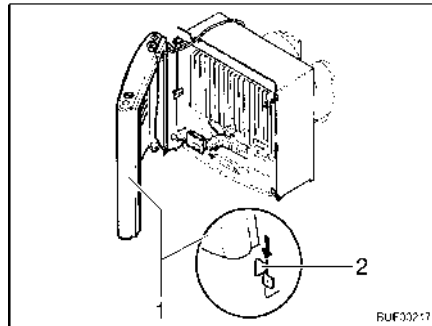

Fig. 100 Revestimiento de la calefacción, orejetas de sujeción
- Montar el revestimiento de la calefacción. Para ello situar el revestimiento (Fig. 100,1) en las orejetas de sujeción inferiores (Fig. 100,2).